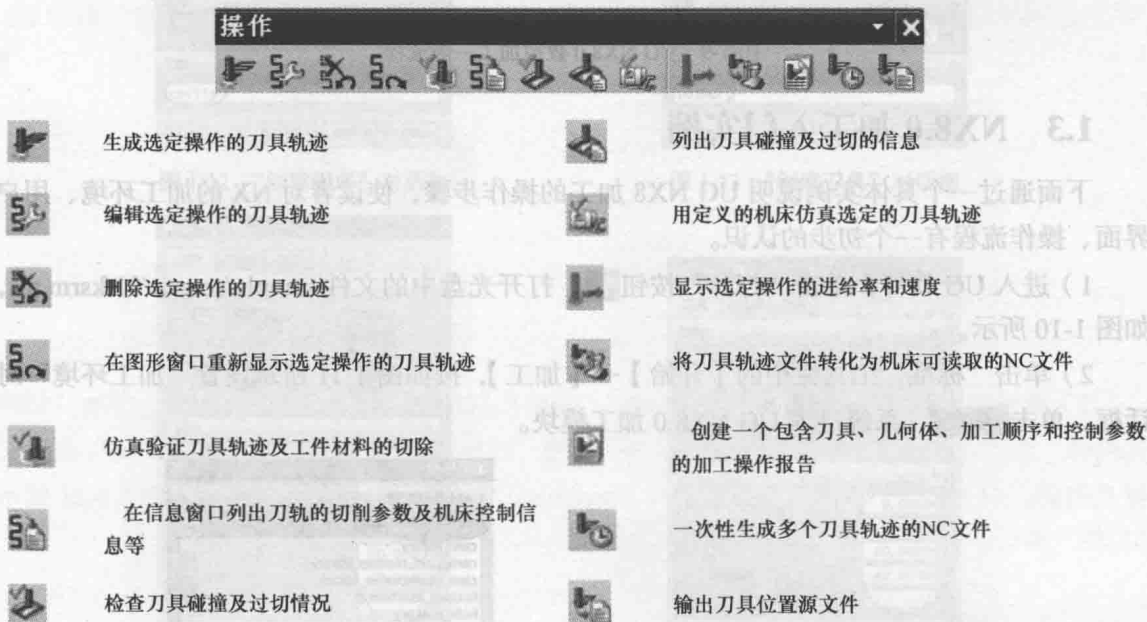

图 1-8 刀轨操作工具条
(4) 刀轨操作工具条 如图 1-8 所示为刀轨操作工具条及其常用功能按钮的说明。